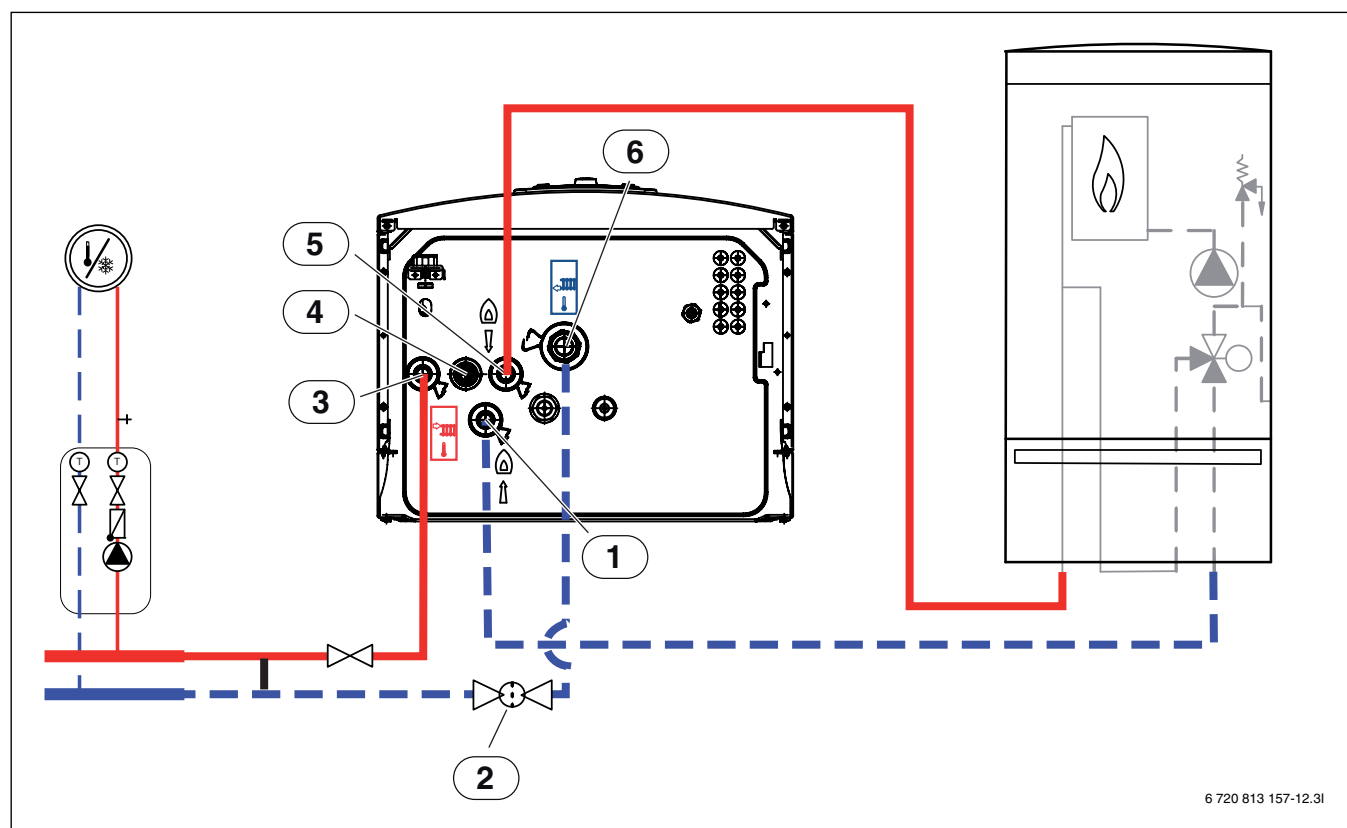

Fig. 18 Conexión de la unidad interior con mezclador para generador de calor externo a la instalación de calefacción y al generador de calor externo
- Colocar la salida de la válvula de seguridad de [4], fig. 18, hacia abajo en una salida libre de heladas.
- Conectar el retorno al generador de calor externo [1], fig. 18.
- Conectar la impulsión del generador de calor externo a [5], fig. 18.
- Conectar la impulsión a la instalación de calefacción a [3], fig. 18.
- Conectar el retorno de la instalación de calefacción a [6], fig. 18.